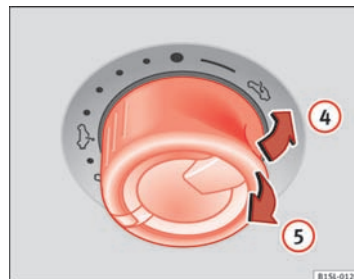

Fig. 27 I loftet: Sådan drejes kontakten for at vippe taget op og lukke det.
- Træk i kontakten ⇒ Fig. 27 ⑤ inden der er gået ca. 5 sek. fra aktiveringen af kraftbegrænsningen, indtil skyde-/vippetaget er helt lukket.